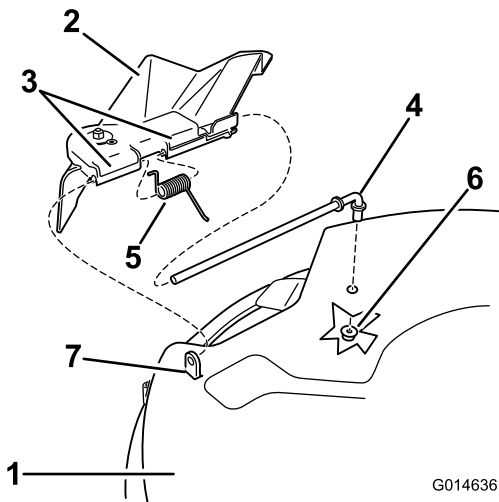
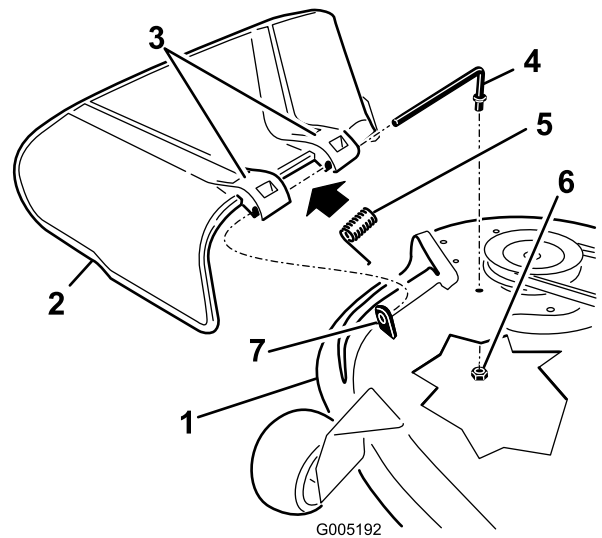

Рисунок 72
Рисунок 73
- Отверните гайку ($\frac{3}{8}$ дюйма) со стержня из-под нижней части газонокосилки (Рисунок 72 и Рисунок 73).
- Выдвиньте стержень из короткой проушины, пружины и отражателя травы (Рисунок 72 и Рисунок 73).
- Замените отражатель травы (Рисунок 72 и Рисунок 73).
- Проденьте стержень через второй кронштейн отражателя травы (Рисунок 72 и Рисунок 73).
- Прикрепите задний конец стержня к газонокосилке с помощью гайки ($\frac{3}{8}$ дюйма), как показано на Рисунок 72 и Рисунок 73.